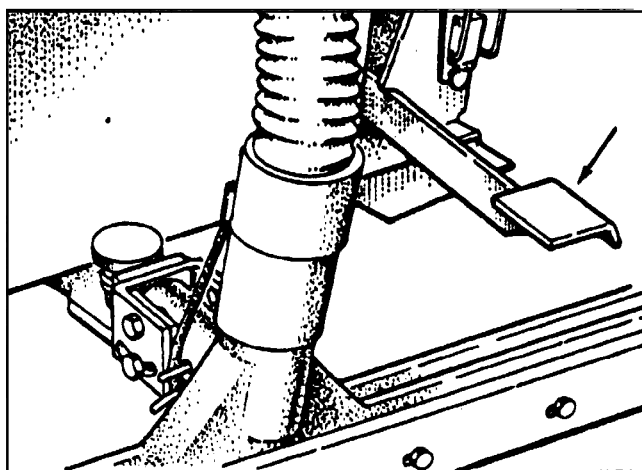

Fig. 22
3. Sænk børsten ved at træde på børstestyringspedalen (fig. 22) og trykke langsomt ned.